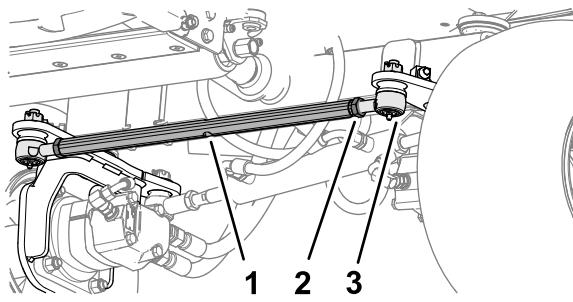

Bild 62
1. Lösen Sie an der Vorderseite des Hinterrads die beiden Sicherungsmuttern, mit denen die Spurstangenbaugruppe an den Stangenenden befestigt ist (Bild 62).
2. Richten Sie die Räder durch Drehen der Spurstange aus (Bild 62).
- Ziehen Sie die beiden Sicherungsmuttern an, um die Spurstangenbaugruppe und die Stangenenden zu sichern (Bild 62).